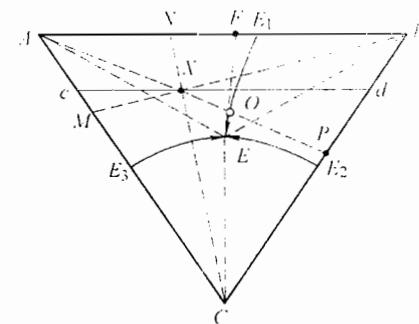

图 37-5 第五题第 2 小题解答图
2. 作辅助线:如图 37-5 所示,延长 AX,交 EE1 线于 O 点,交 BC 线于 P 点;延长 EO 与 AB 交于 F 点,连接 B、X 与 AC 交于 M 点,连接 C、X 与 AB 交于 N 点。